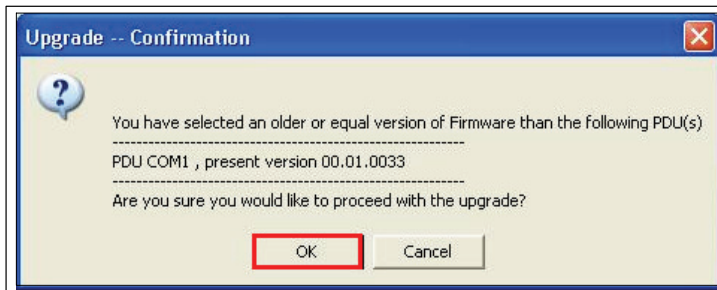

図23. アップグレードバージョンの確認
- 確認メッセージが表示されます。現在のNMCバージョンよりも新しいバージョンを選択しなかった場合、選択されたバージョンがこのアップグレードに使用するバージョンであることを確認するためのメッセージが表示されます(図23参照)。OKをクリックしてバージョンを受け入れるか、Cancelをクリックして手順7に戻り、別のNMCファームウェアアップグレードファイルを再選択します。